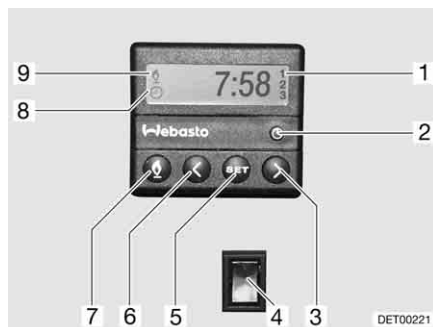

Fig. 78 Centralina di controllo per riscaldamento fisso
- Premere il tasto (Fig. 78,7). Il funzionamento del riscaldamento viene indicato con il simbolo (Fig. 78,9). La ventola viene inserita solo quando la temperatura dell'acqua di raffreddamento è pari a 30 °C.
- Premere il tasto (Fig. 78,7). Il simbolo (Fig. 78,9) si spegne.
- Premere l'interruttore (Fig. 78,4) in basso. Il motore viene preriscaldato. La ventola viene inserita immediatamente.
- Premere l'interruttore (Fig. 78,4) in alto. Il motore rimane freddo.
- Premere il tasto (Fig. 78,2). L'impostazione dell'ora viene indicata con il simbolo (Fig. 78,8).
- Impostare l'ora con i tasti (Fig. 78,3 e 6).
- Premere il tasto (Fig. 78,5).
- Impostare l'orario di accensione con i tasti (Fig. 78,3 e 6) entro 10 secondi.
- Premere il tasto (Fig. 78,5) fino a che nel display (Fig. 78,1) non appare il numero di programmazione desiderato.